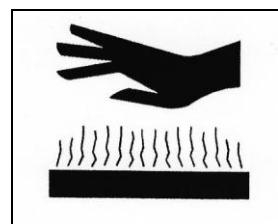

Рис. 1- 37
- Если двигатель жаркий, нельзя столкнуть с двигателем, шумотушителем, выхлопным трубопроводом, реле, чтобы избежать ожога. (Рис.1- 42)